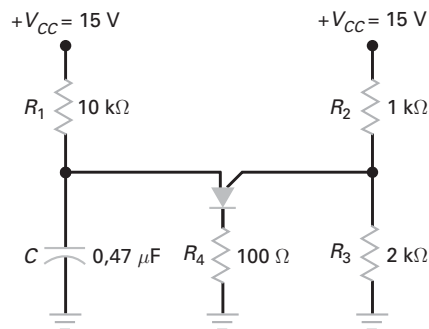

Figura 13-46
- 13-22** Na Figura 13-46, quais são os valores da tensão no gatilho e no anodo quando o PUT dispara?
- 13-23** Qual será a tensão de pico ideal no resistor R_4 na Figura 13-46, quando o PUT dispara?
- 13-24** Na Figura 13-46, que aparência terá a forma de onda da tensão no capacitor? Quais serão os valores mínimo e máximo da tensão dessa forma de onda?